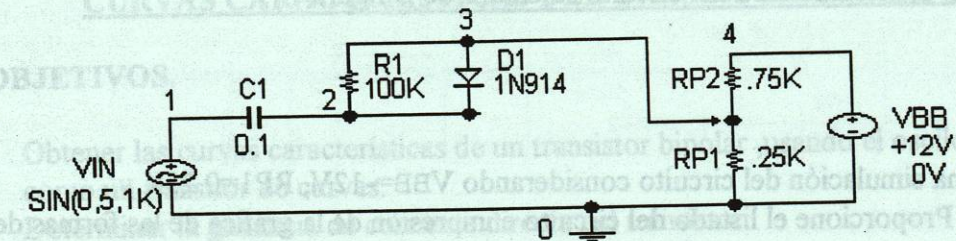

Figura 1. Circuito Sujetador.
- 1.-Implementar el circuito sujetador de la figura 1.